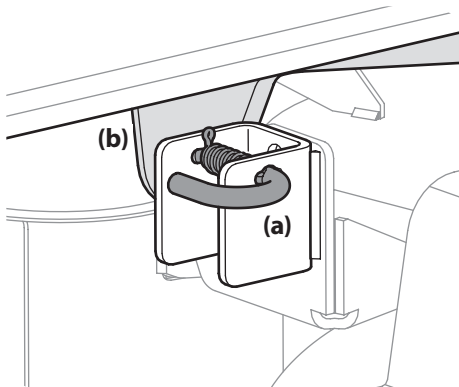

Figure 4-16
7. Repérez la goupille de déverrouillage (a) placée sur chaque côté du plateau de coupe. Retirez les goupilles de déverrouillage (a) pour dégager les deux bras de relevage (b) du plateau de coupe. Voir Figure 4-16.
4. Retirez les goupilles de déverrouillage et placez le plateau de coupe de façon à aligner les trous sur les bras de relevage avec les goupilles. Voir Figure 4-16.